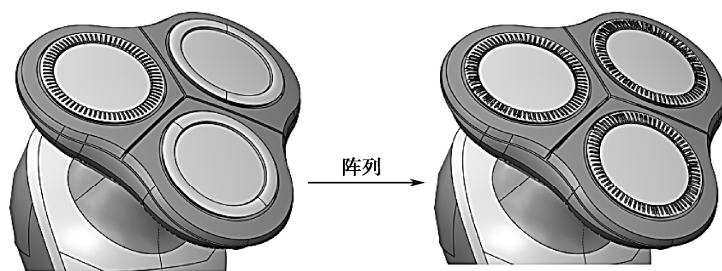

图 7-173 拉伸阵列切除
(8) 点选上一步拉伸切除特征，单击【模型】→【编辑】模块的，阵列方式选择，选取拉伸 8 的轴为阵列中心，输入阵列数量为 72，角度为 5° 。单击按钮，完成切除拉伸阵列，得到如图 7-173 所示模型。